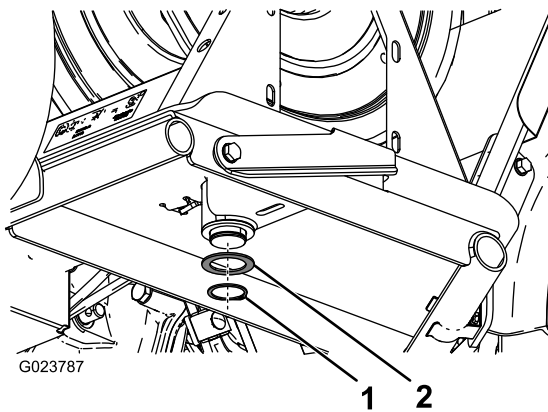

Figure 7
4. Sur la face inférieure du cadre du dévidoir, fixez la rondelle de butée et le circlip au plot sur la plaque pivotante (Figure 7).